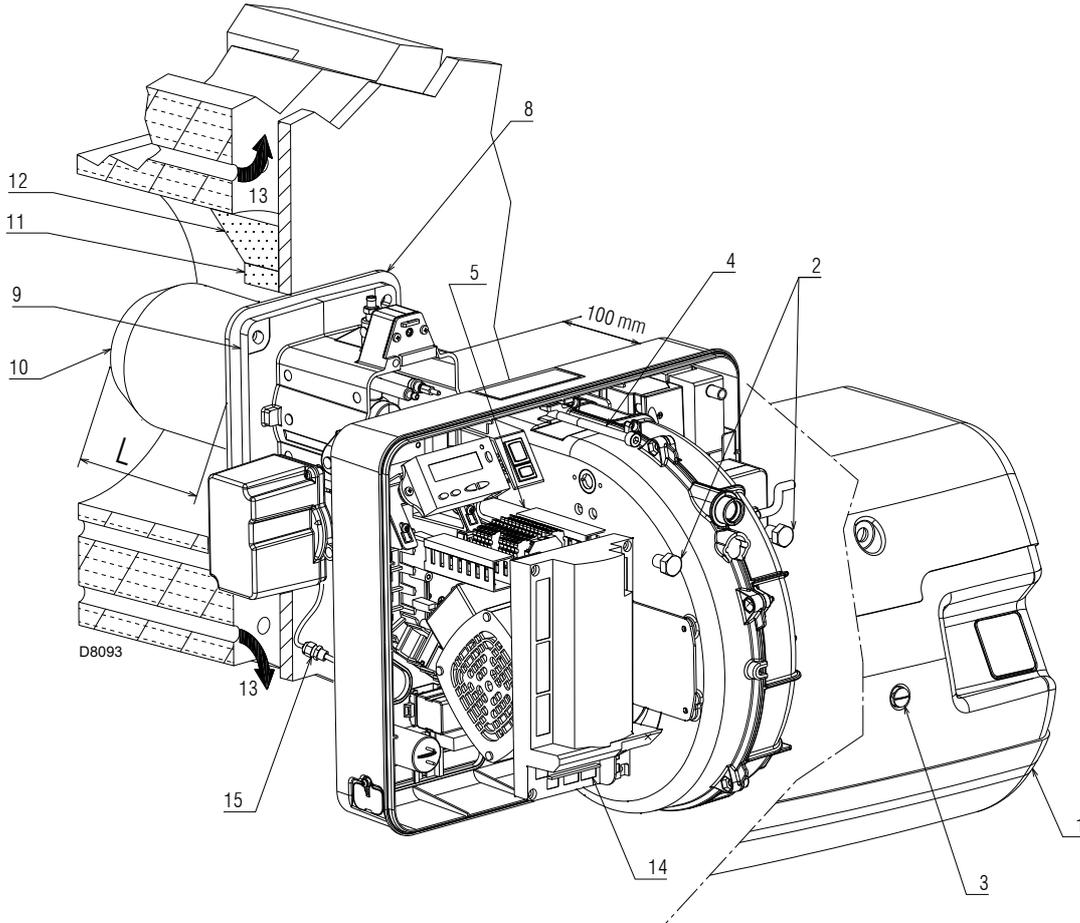

Fig. 17
Per le caldaie con giro dei fumi anteriore 13)(Fig. 17), eseguire una protezione in materiale refrattario 11), tra refrattario caldaia 12) e boccaglio 10).
Per le caldaie con il frontale raffreddato ad acqua non è necessario il rivestimento refrattario 11)-12)(Fig. 17), se non vi è espressa richiesta del costruttore della caldaia.
Separare la testa di combustione dal resto del bruciatore, come in Fig. 17; procedere come segue:
- rimontare il bruciatore sulle guide 3) a circa 100 mm dal manicotto 4) - bruciatore nella posizione illustrata in Fig. 17;
- connettere la spina del servomotore 14)(Fig. 17) ed avvitare il passacavo 15);